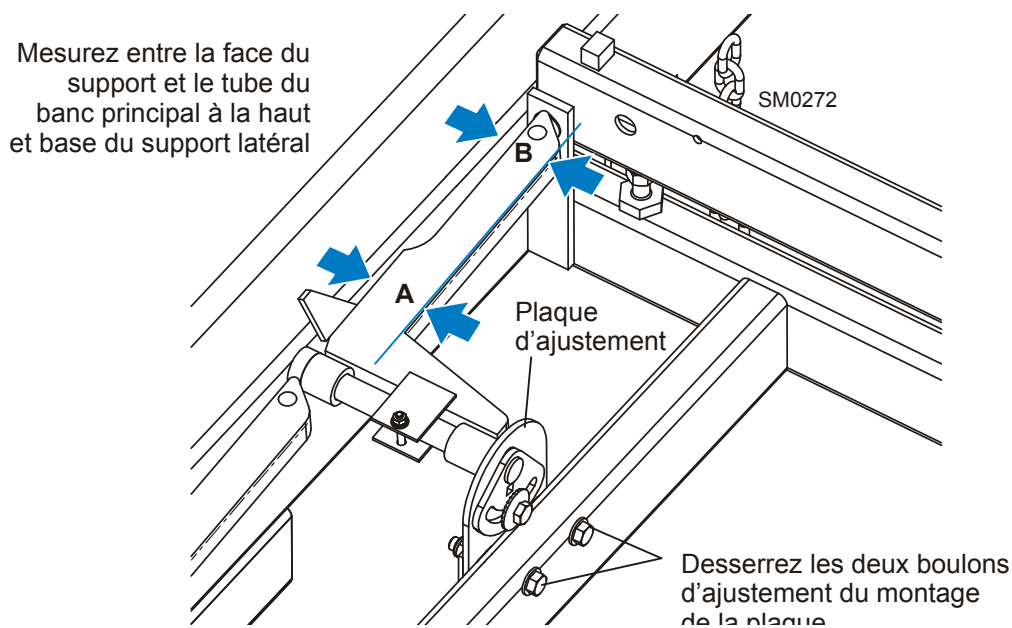

FIG. 7-43
**Voir Figure 7-43.** Desserrez les deux boulons de montage de la plaque d'ajustement. Utilisez un maillet pour déplacer la plaque jusqu'à ce que le support latéral soit parallèle au tube du banc dans la position horizontale. Resserrez les boulons de montage.